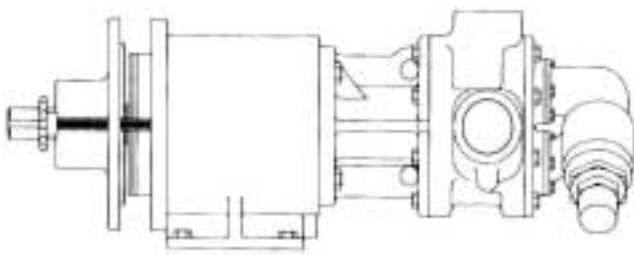

FIGURA 8
2. Gire las perillas uniformemente para sacar la guarnición de cojinete y el montaje exterior. Ver Figura 8.